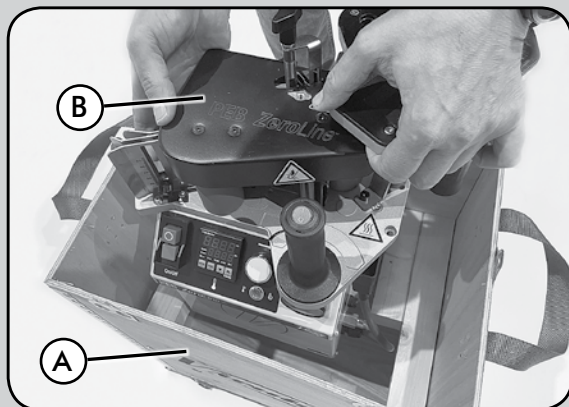

Abb. 2
- Entfernen Sie die Maschine B (Abb. 2) aus dem Inneren des Kastens A (Abb. 2).